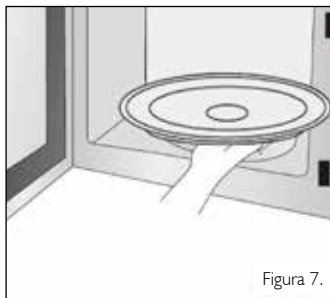

Figura 7.
- No utilice el horno sin que la bandeja de cristal este instalada en su lugar (**Ver figura 7**).